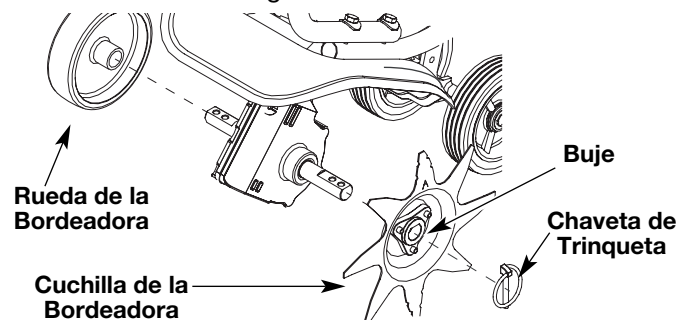

Fig. 4
3. Deslice la rueda de la bordeadora, con el buje mirando hacia adentro, en el lado derecho del árbol del diente y asegúrelo con la chaveta de trinquete en el orificio interior (Fig. 4).
4. Deslice la cuchilla de la bordeadora con el buje mirando hacia el lado izquierdo del árbol del diente y asegúrelo con la chaveta de trinquete en el orificio interior (Fig. 4).